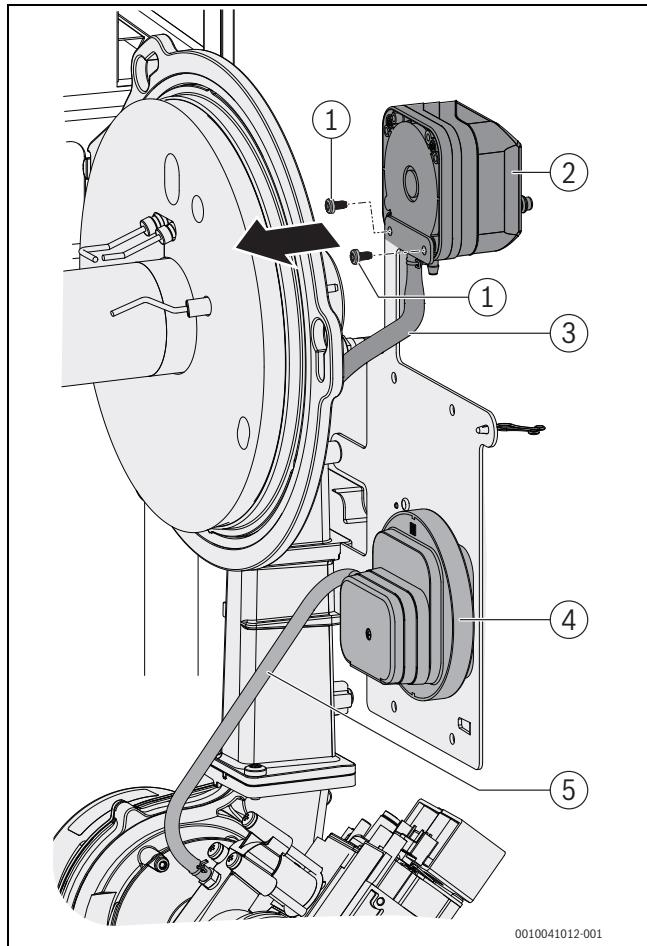
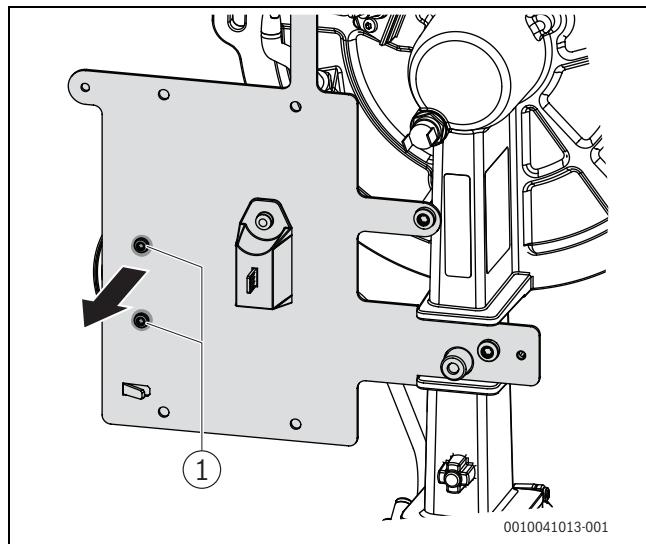

Bild 11 Feuerraum- und Kleinlast-Druckwächter demontieren
Bild 12 Kleinlast-Druckwächter demontieren
- ▶ 2 Befestigungsschrauben (→Bild 12, [1]) entfernen und Kleinlast-Druckwächter (→Bild 11, [4]) an der Rückseite des Haltebleches abnehmen. Dabei darauf achten, dass der Schlauch (→Bild 11, [5]) und das Anschlusskabel (nicht dargestellt) nicht beschädigt oder abgezogen werden.
- ▶ Feuerraum-Druckwächter und Kleinlast-Druckwächter mit den dafür vorgesehenen Schrauben am Halteblech fixieren. Darauf achten, dass die Anschlussschläuche wie in Bild 11 geführt und nicht geknickt sind.